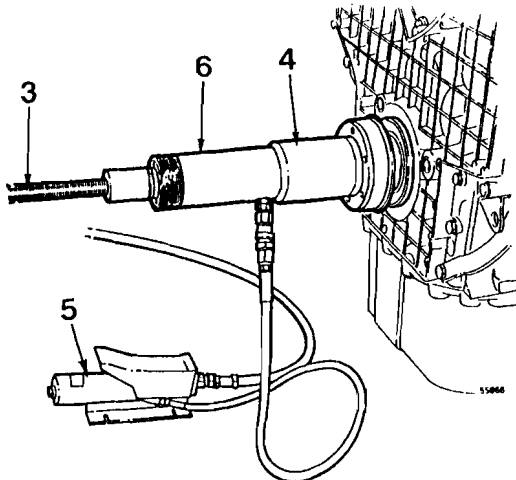

Fig. 162
- 12 Enroscar la varilla de tracción en la pieza intermedia según la fig. 162. Montar el manguito de presión y el cilindro hidráulico en la varilla de tracción. Roscar la tuerca hacia el cilindro.